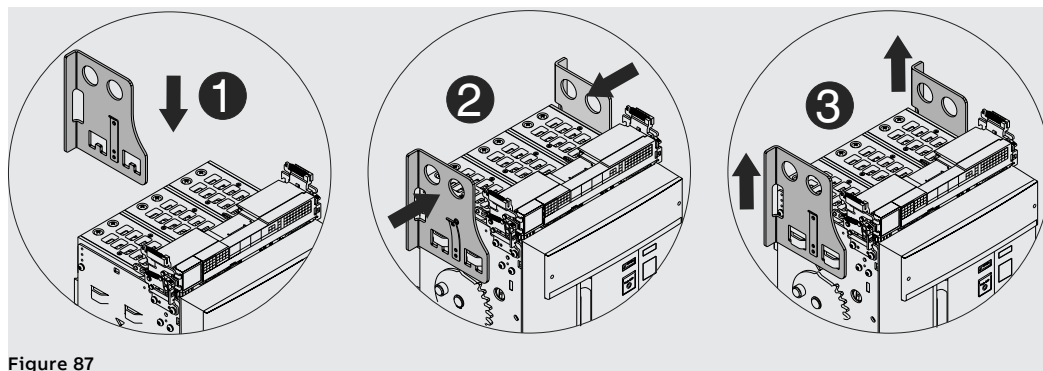

Figure 87
2. Placer les plaques de levage sur la partie mobile en vérifiant que la languette des plaques soit accrochée. Voir Figure 87.